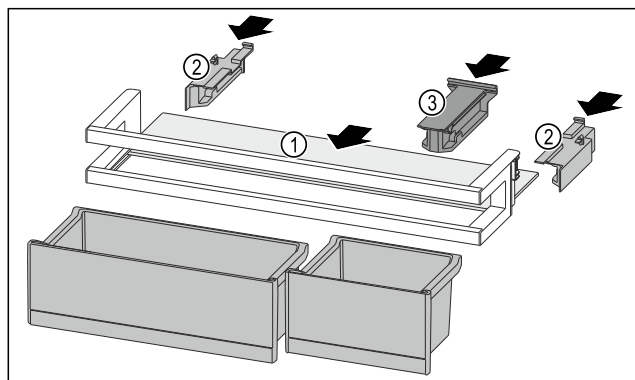

Fig. 135
- Insérer la tablette de rangement Fig. 135 (1) dans les évidements latéraux.
- Installer les parties latérales Fig. 135 (2).
- Installer la pièce de retenue Fig. 135 (3).